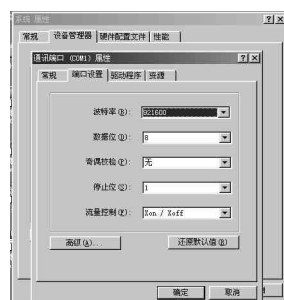

图2 将串口波特率设置为 921600bps
1.Windows 98SE 下的串口连接。先安装 DC240 的驱动程序，然后安装柯达提供的管理、传输和修改三合一的 Picture Easy 3.1 应用软件。用串口线将数码相机与电脑的 COM1 口相连。在系统属性中将该端口设定为 921600bps（图2）。打开数码相机并设定在数据传输状态，运行 Picture Easy 提供